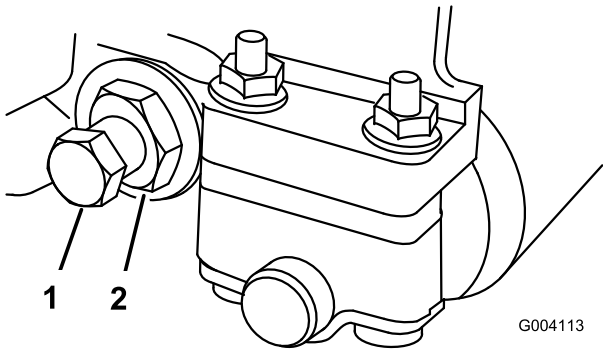

Figure 62
- 2. Faites sortir l'écrou de tension du ressort jusqu'à ce que la rondelle ne soit plus tendue contre la barre d'appui (Figure 62).
- 3. De chaque côté de la machine, desserrez l'écrou de blocage qui maintient le boulon de la barre d'appui (Figure 62).